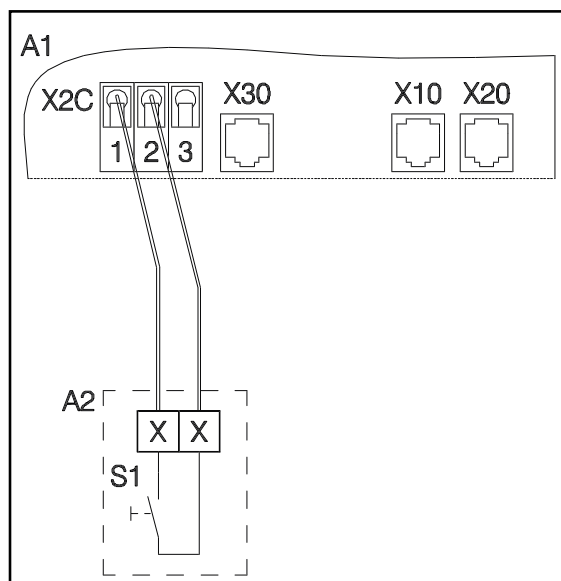

Рис. 9: Подключение импульсного переключателя
- Подключите импульсный переключатель через клемму X2C, контакты 1 и 2, как показано на рис. 9, к устройству управления (A1).